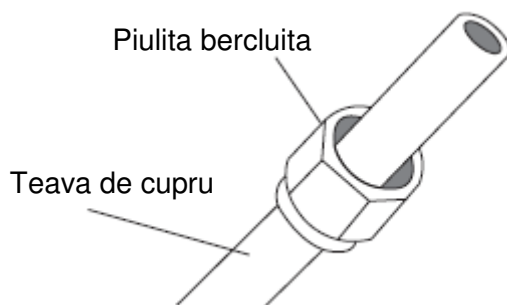

Fig. 7.6
- Asigurați-vă ca acestea sunt îndreptate în direcția corectă, pentru ca nu mai este posibilă amplasarea lor sau schimbarea direcției după ce au fost bercluite. Consultați Fig. 7.6